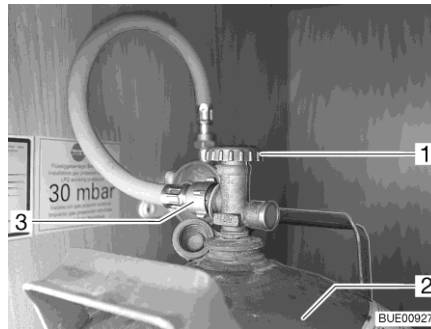

Bild 116 Gasbox
- Stäng huvudavstängningsventilen (Bild 116,1) på gasflaskan (Bild 116,2). Beakta pilriktningen.
- Skruva loss gasslangen (Bild 116,3) från gasflaskan.